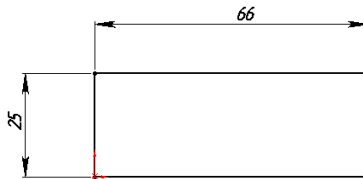

Рисунок 9.32 - Контур основи перегородки
1. Відкриємо нову деталь, увійдемо в ескиз і намалюємо контур основи перегородки. Основа має вигляд прямокутника розміром 66х25 мм (рис. 9.32).